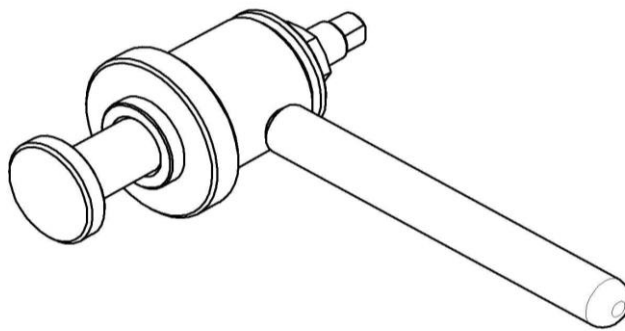

Рис.19 Приспособление для запрессовки манжет (11000001333)
- используя приспособление для запрессовки манжет (см. рис.19) установить манжету 1;